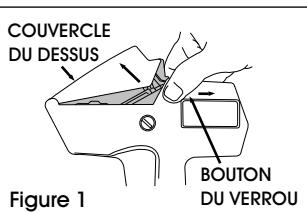

Figure 1
- Appuyez sur les deux boutons de verrou dans la direction du rouleau d'étiquettes, puis faites pivoter le couvercle du dessus pour dégager la tête d'impression. (Voir figure 1)